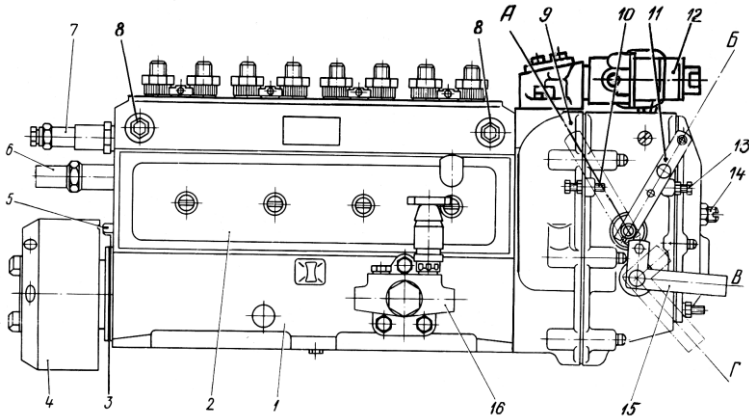
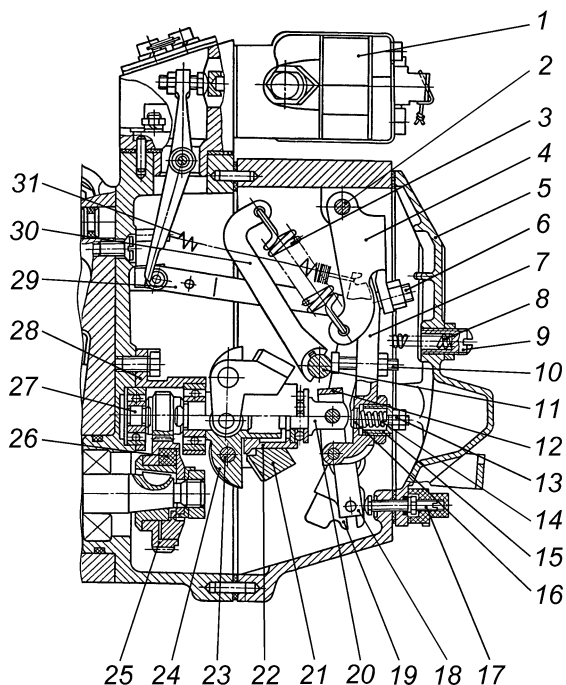

Рис. 24. Топливный насос высокого давления моделей 806 и 807:
Рис. 26. Регулятор частоты вращения:
Топливный насос в сборе показан на рис. 24. С топливным насосом высокого давления в одном агрегате объединены регулятор частоты вращения 5, топливоподкачивающий насос 9 и муфта опережения впрыска топлива 4.
Связь секций с регулятором частоты вращения насоса осуществляется через рейку. Рейка топливного насоса перемещается в направляющих втулках, запрессованных в корпус насоса. Выступающий из насоса конец рейки закрыт колпачком 6 рейки топливного насоса (рис. 24).
Регулятор частоты вращения 9 (рис. 24) - механический всережимный прямого действия с повышающей передачей на привод грузов, с устройствами для корректирования подачи топлива и предназначен для поддержания заданного водителем скоростного режима работы двигателя путем автоматического изменения количества подаваемого топлива в зависимости от изменения нагрузки на двигатель. Кроме этого, регулятор ограничивает максимальную частоту вращения двигателя и обеспечивает работу двигателя в необходимом режиме. Регулятор имеет устройство для выключения подачи топлива в любой момент независимо от режима работы двигателя. Автоматически поддерживая скоростной режим при изменяющихся нагрузках, регулятор обеспечивает экономичную работу двигателя.
Устройство регулятора частоты вращения показано на рис. 26.
Подача топлива полностью выключается механизмом останова, состоящим из кулисы 19, скобы останова 15 (рис. 24) и возвратной пружины, расположенной за скобой останова под крышкой.
Кулиса со скобой останова соединяется пружиной, расположенной внутри кулисы и предохраняющей механизм регулятора от чрезмерных усилий при выключении подачи топлива. Во время работы двигателя кулиса прижата усилием возвратной пружины к регулировочному винту 17 (рис. 26).
Корректор подачи топлива по наддуву 12 (рис. 24) закреплен сверху на корпусе регулятора топливного насоса.
1. Минимальная частота вращения холостого хода регулируется болтом ограничения минимальной частоты вращения 13 (рис. 24) и корпусом буферной пружины 9 (рис. 26).
2. Максимальная частота вращения холостого хода (начало выброса рейки) регулируется болтом ограничения максимальной частоты вращения 10 (рис. 24).
3. Номинальная мощность (подача) регулируется регулировочным болтом 10 (рис. 26), подрегулировка мощности производится винтом подрегулировки мощности 17.
4. Предварительное натяжение пружины (разность оборотов конца и начала выброса рейки) регулируется винтом регулировочным 6 (рис. 26).
5. Мощность (подача) при максимальном крутящем моменте регулируется корректором 13 (рис. 26).
Муфта опережения впрыскивания топлива 4 (рис. 24) предназначена для изменения момента начала подачи топлива в зависимости от частоты вращения коленчатого вала двигателя.